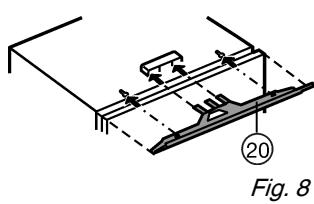

Fig. 8
- Ausgleichsblende Fig. 8 (20) mittig auf das Gerät montieren: in Stegaufnahme einschieben und in Schlüssellochern einhaken.